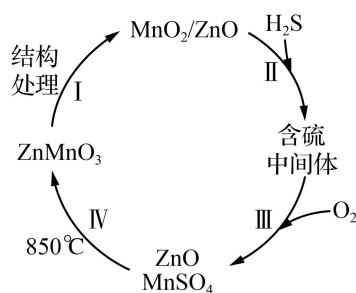

图 3
(3) [2024 无锡期末]使用  $\text{ZnMnO}_3$  脱硫剂脱除  $\text{CH}_4$  或  $\text{H}_2$  中的  $\text{H}_2\text{S}$ 。 $\text{ZnMnO}_3$  脱硫和再生的过程如图 3 所示（部分产物已省略），在脱硫过程中脱硫剂表面形成羟基，有利于  $\text{H}_2\text{S}$  的脱除。